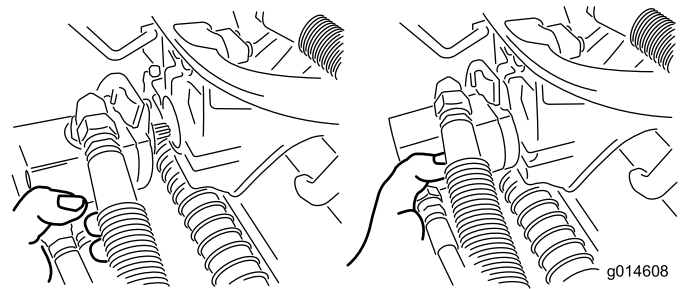

Bild 50
3. Legen Sie den Motor am Aufbewahrungsort vorne am Aufhängearm ab (**Bild 50**).